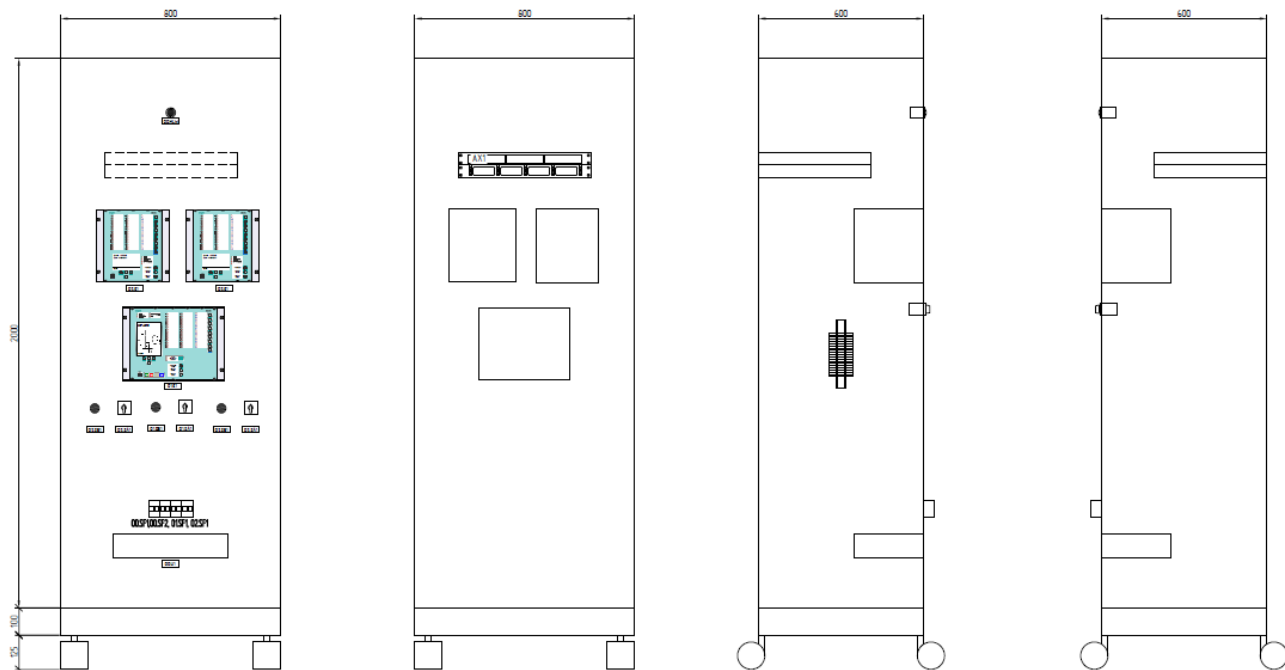

Рисунок 13. Панель защиты линии и управления присоединением линейного выключателя
- панелью защит линии и управления присоединением линейного выключателя на базе шкафа ШЭ2607 091091 с комплектами БЭ2704 091 (ДЗЛ, КСЗ) для ЦПС, БЭ2704 091 (ДЗЛ, КСЗ) для классических ПС и БЭ2704 419 (КП) (рис. 13);
- панелью защит линии и управления присоединением линейного выключателя на базе шкафа ШЭ2607 091091419 с комплектами БЭ2704 091 (ДЗЛ, КСЗ) для ЦПС, БЭ2704 091 (ДЗЛ, КСЗ) для классических ПС и БЭ2704 419 (КП) (рис. 13);